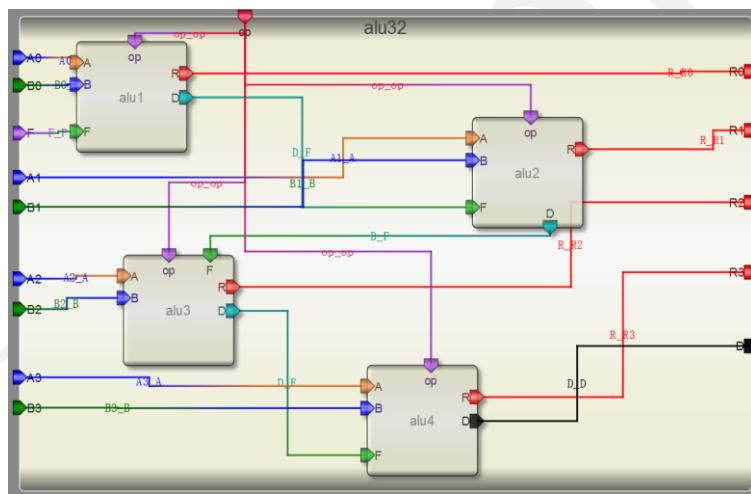

图 2-4-19 32 位 ALU 设计图
(3) 添加 4 个 ALU 连接引脚。如图 2-4-19 所示。4 个 8 位的 ALU 进行级联，第一个输出的 D 连到下一级的 F，最终的 ALU 的 D 连接到顶层的 D 引脚。第一个 ALU 的 F 连接到顶层模块的 F。op 都连接到顶层的 op 引脚上，A，B 和 R 按照高低位进行连接。这样输入 A₃A₂A₁A₀，B₃B₂B₁B₀ 和 R₃R₂R₁R₀ 分别是 32 位 ALU 的输入和输出端。如图 2-4-19 所示。